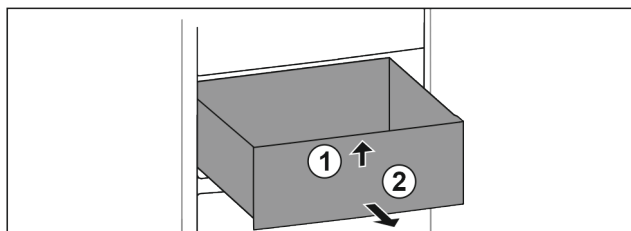

Fig. 81
- ▶ Повдигнете чекмеджето отпред. Fig. 81 (1)
- ▶ Извадете чекмеджето напред. Fig. 81 (2)